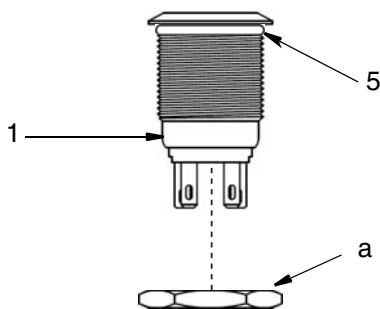

FIG. 1
3. Rimuovere il controdado (a) dal pulsante (1). Installare l'anello di tenuta (5) (FIG. 1).